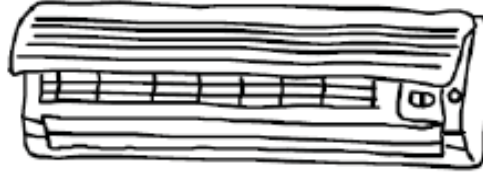

Fig. 4
1. Abra el panel frontal (Fig. 4).
- Taladre los agujeros e inserte los chazos en los lugares apropiados en la pared y fije el tablero de instalación en el muro con tornillos M5x30 y las arandelas (6). Asegúrese que hay al menos 4 puntos fijos en la pared. Asegure el tablero de instalación en una posición horizontal
- Taladre los agujeros como se muestra en la Fig.4. El agujero de 80cm de diámetro, debe deslizarse levemente hacia abajo.